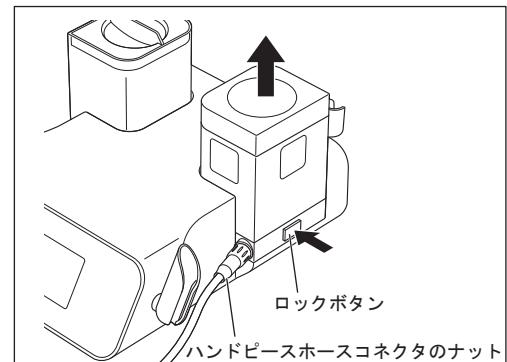

図43
- 1) 「8-6-4 エアーバッキン」にしたがってチャンバー内のエアーバッキンを行い、ロックボタンを押しながらチャンバーを取り外し、チャンバーをまっすぐ引き上げます（図43）。
- 6) 「8-6-4 エアーバッキン」にしたがってチャンバー内のエアーバッキンを行い、ロックボタンを押しながらチャンバーを取り外し、チャンバーをまっすぐ引き上げます（図43）。